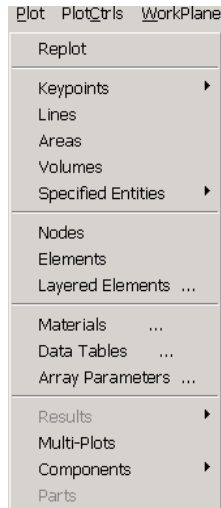

图1.7 【Plot】菜单
- **【Plot】菜单：**主要用于图形显示实体（点、线、面、体和单元等），如图 1.7 所示。例如：**【Lines】**命令用于在图形视窗中显示线；**【Components】**命令用于在图形视窗中显示组件等。